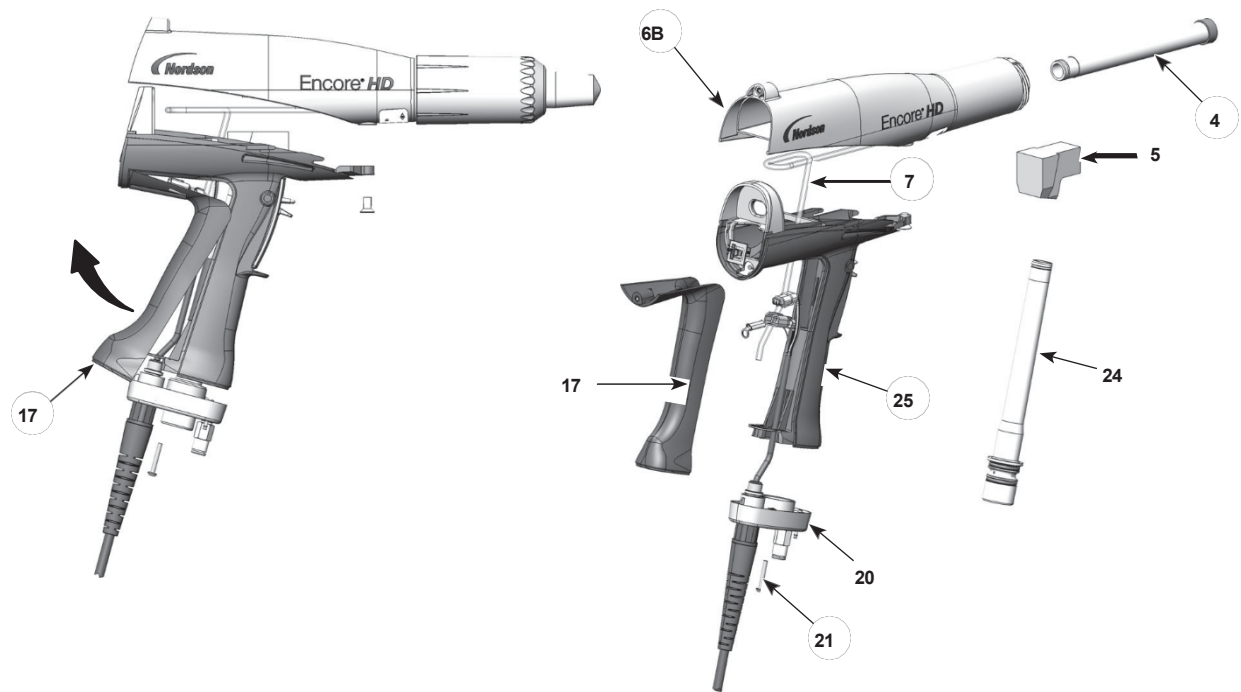

图 14 粉末 路径更换
2. 见图 14。从入口管 (24) 上卸下弯头 (5)。
3. 从手柄底座 (20) 上卸下两个 M3 x 20 螺丝 (21)。
4. 将底座拉离手柄，然后将接地垫 (17) 的底部向上摆动并远离手柄，然后将其取下。让接地线与接地片保持连接。
5. 将进气管 (24) 向上推并推出底座，然后将底座移开并将进气管从手柄中拉出。
6. 将出口管 (4) 从枪体 (6B) 前端推出。
1. 见图 14。将出口管 (4) 装入枪体 (6B)，使其端部与喷枪 (6C) 的端部相接。